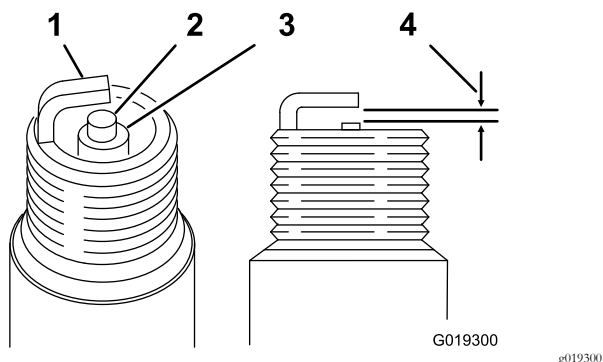

图34
空隙 0.70 0.80mm 请参阅 图34
3. 将空隙设定为 0.70 0.80mm (图34)。